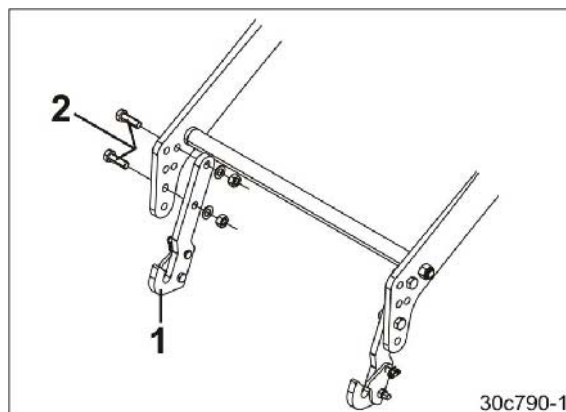

Bild 41
1. Skruva fast dragstångskrokarna (Bild 41/1) med två skruvar (Bild 41/2) vardera.
Skriva fast dragstångskrokarna (Bild 41/1) på så sätt att såmaskinen